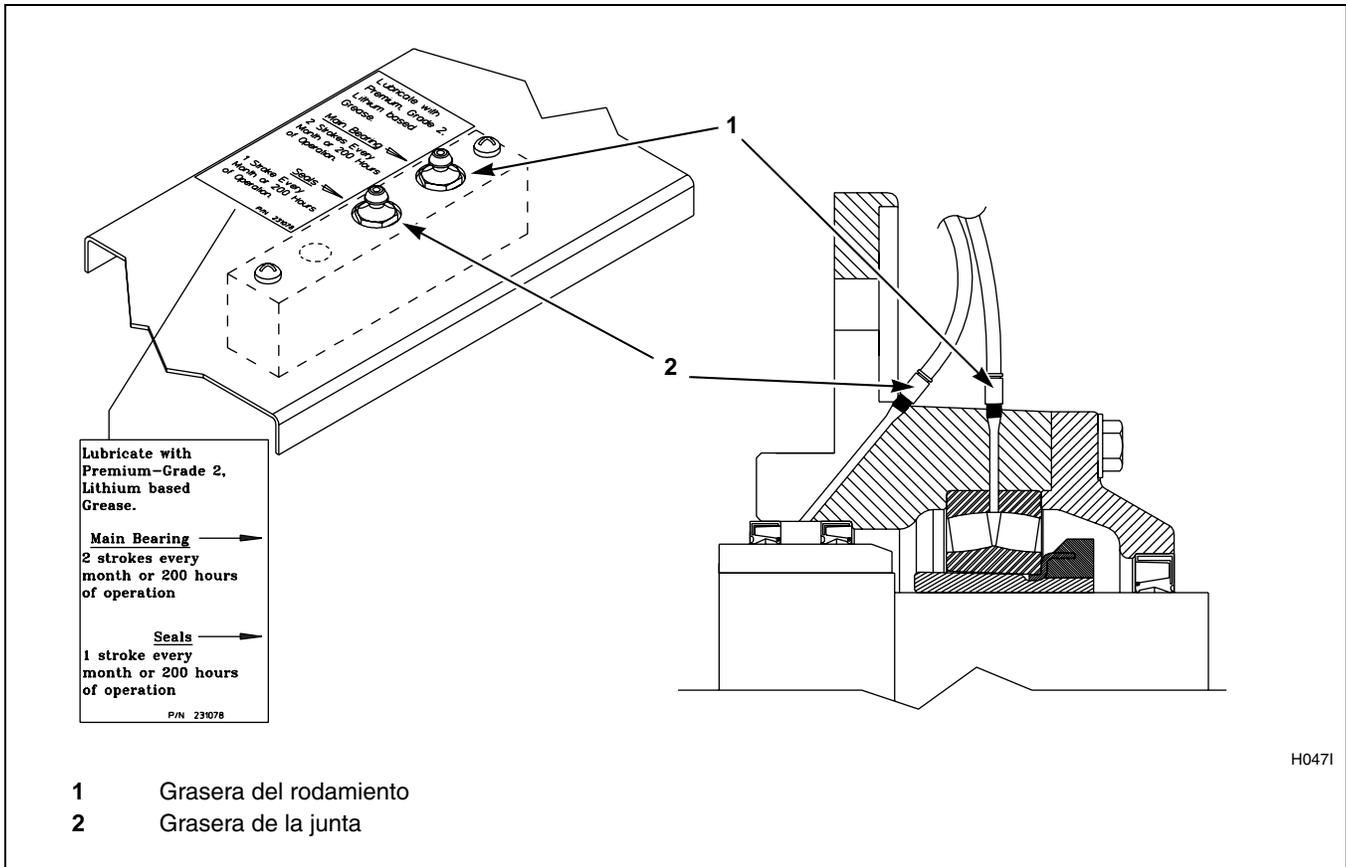

Figura 17
2. **Para los modelos de 80 lb de capacidad solamente**, lubrique los rodamientos y las juntas cada mes o después de cada 200 horas de operación. Consulte la *Figura 17*.